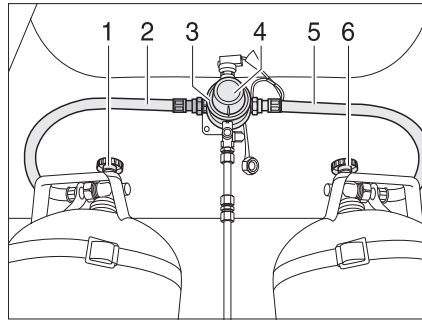
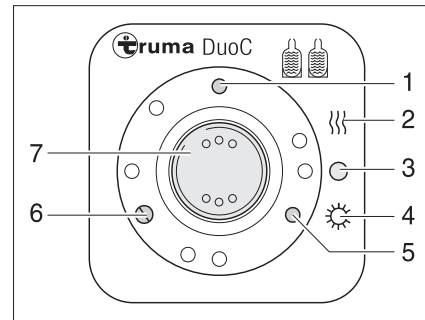

Fig. 147 Instalación de conmutación DuoControl
Fig. 148 Unidad de mando
La instalación de conmutación DuoControl se compone de una válvula selectora (Fig. 147,3) y la unidad de mando (Fig. 148). La válvula selectora está montada entre las gomas del gas (Fig. 147,2 y 5). Con el botón giratorio (Fig. 147,4) en la válvula selectora se puede determinar cuál de las bombonas de gas se utilizará como bombona de servicio y cuál bombona de gas como bombona de reserva.
En la unidad de mando (Fig. 148) únicamente pueden conmutarse las funciones eléctricas. Las llaves de paso principales de las bombonas de gas (Fig. 147,1 y 6) deben abrirse a mano.
La válvula selectora garantiza una presión de gas constante independientemente de cuál sea la bombona de gas que suministre el gas. Las dos luces de control en la unidad de mando indican el nivel de llenado de la bombona de servicio. Al estar encendida la luz de control verde (Fig. 148,6), estará llena la bombona de servicio. Al estar encendida la luz de control roja (Fig. 148,5), estará vacía la bombona de servicio. Entonces, el suministro de gas se realizará a través de la bombona de reserva.
- Abrir las llaves de paso principales en las bombonas de gas (Fig. 147,1 y 6).
- Con el botón giratorio (Fig. 147,4) en la válvula selectora (Fig. 147,3), seleccionar la bombona de gas de la que habrá de tomarse el gas principalmente (bombona de servicio).
- Conectar la instalación de conmutación DuoControl en la unidad de mando (Fig. 148).
Para ello, ajustar el interruptor basculante (Fig. 148,7) en modo de invierno "On y calentar" (Fig. 148,2) o en modo de verano "On" (Fig. 148,4). Ahora, estará purgada de aire la válvula selectora. La luz de control amarilla (Fig. 148,1) estará encendida al haber seleccionado el modo de invierno y estando conectado el deshelador de regulador.
- Poner el interruptor basculante (Fig. 148,7) en "O" (Fig. 148,3). La luz de control amarilla (Fig. 148,1) se apaga.
- Cerrar las llaves de paso principales en las bombonas de gas (Fig. 147,1 y 6).
Las luces de control en la unidad de mando (Fig. 148,5 y 6) señalizan en el interior del vehículo si la bombona de servicio está dispuesta para el funcionamiento.
En caso de que luz de control verde (Fig. 148,6) se apague durante el servicio y se encienda la luz de control roja (Fig. 148,5), estará vacía la bombona de gas seleccionada como bombona de servicio y deberá ser cambiada. La bombona de reserva seguirá suministrando gas a los consumidores de gas.